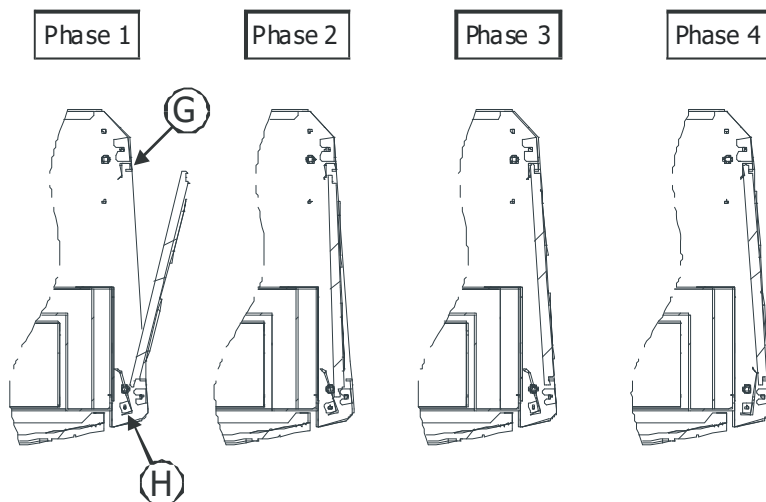

Figure 6 – Vue de haut du système de fixation des carreaux en céramique latéraux
2. Appliquer le carreau d'abord du côté de la tige **H** et successivement enfiler la partie opposée dans le logement prévu à cet effet sur les crochets fixes **G**. *Figure 6 - phase 1*
3. Tourner le carreau vers l'extérieur du poêle de façon à ce que le bord avant resté libre aille s'appuyer sur le montant. *Figure 6 - phase 2*
4. Répéter les points 1-2-3 pour tous les carreaux du côté. *Figure 6 - phase 3*
5. Tourner la vis **K** de façon à ce que la tige **H** raccordée pousse les carreaux vers le montant. À l'aide d'une autre clé, serrer l'écrou **L** pour bloquer de façon permanente le système. *Figure 6 - phase 4*